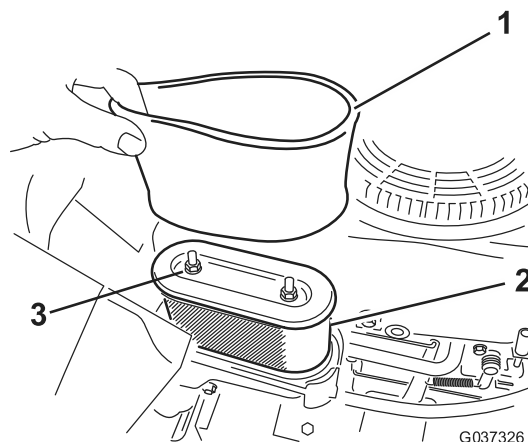

Figura 19
4. Retire las 2 tuercas que sujetan el conjunto del filtro a la carcasa (Figura 19).
1. Instale el filtro de espuma sobre el filtro de papel (Figura 19).
3. Sujete el conjunto del filtro a la carcasa usando las 2 tuercas (Figura 19).